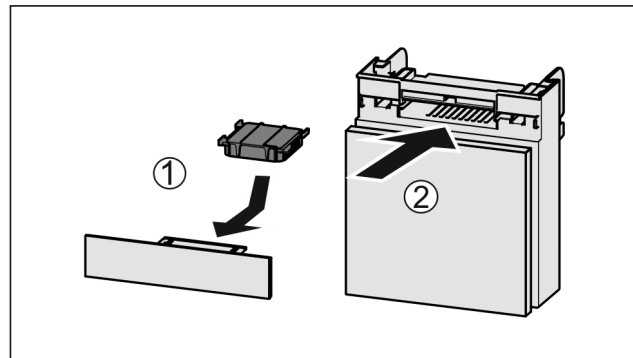

Fig. 176
- ▶ Inserire il vano Fig. 176 (2).